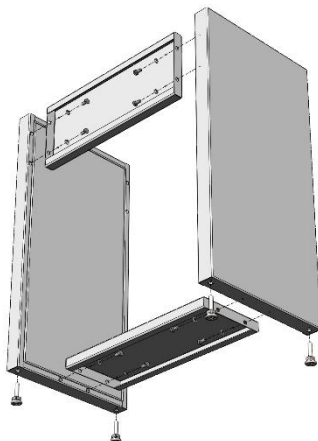

Рис. 1. Сборка каркаса СВ
- Установить в боковины каркаса СВ регулируемые опоры (Рис. 1).
- Соединить боковины с задней и нижней панелями каркаса СВ, используя болты М8х16, шайбы-гроверы 8 и предусмотренные заклёпки-гайки М8 (Рис. 1).